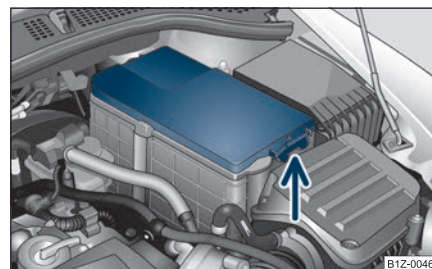

Fig. 215 Vano motor: Batería
- Presionar el enclavamiento en el lado de la cubierta de batería ⇒ fig. 215, levantar la cubierta y sacarla.